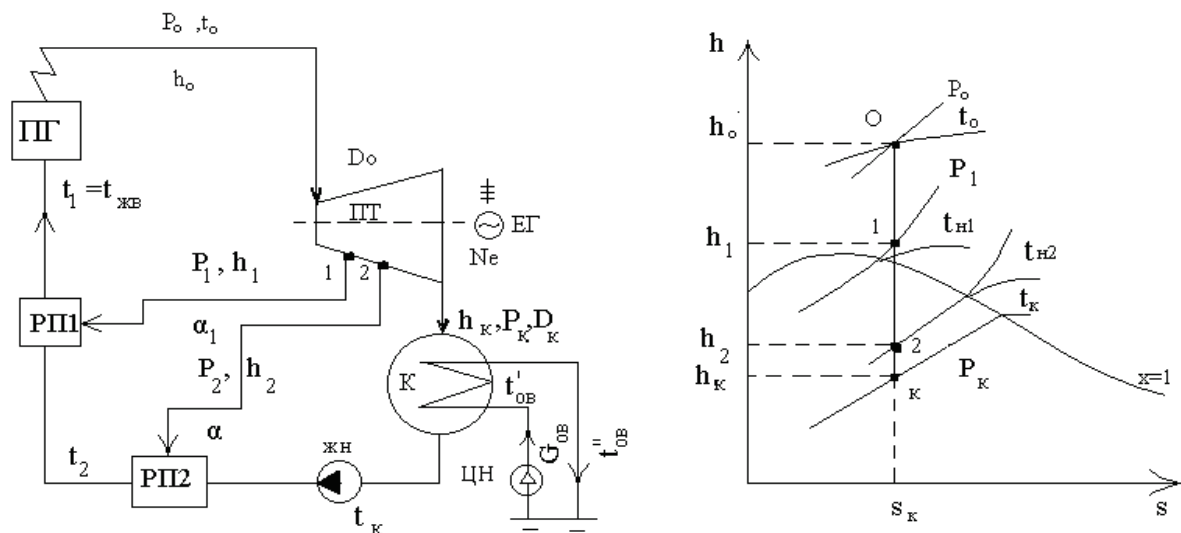

Рисунок 2.4 – Схема ПТУ і зображення робочого процесу пари в турбіні на h-s діаграмі: ПГ – парогенератор; ПТ – парова турбіна;
**Приклад 2.6.** Підігрів охолодної води в конденсаторі парової турбіни дорівнює 20 К, а її витрата 3600 м3/год. Тиск в конденсаторі становить 0,005 МПа, а питомі втрати теплоти – 0,573 кВт год. В складі ПТУ є два змішувальних регенеративних підігрівники (РП), в яких температура конденсату рівномірно підвищується на 80 °С. Підігрівники заживлені паром з відборів турбіни з тиском 1,8 і 0,8 бара, відповідно (рис. 2.4). Визначити витрату умовного палива і показники роботи ПТУ, яка працює за теоретичним циклом, якщо температура пари перед турбіною складає  $t_0 = 480$  °С.